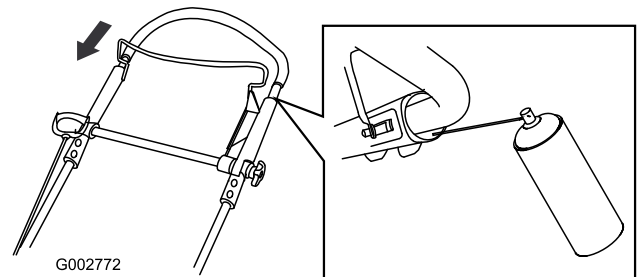

Bild 31
2. Drücken Sie den oberen Bügel ganz nach unten und sprühen Sie die innere Kunststoffoberfläche des äußeren Bügels ein (Bild 31).